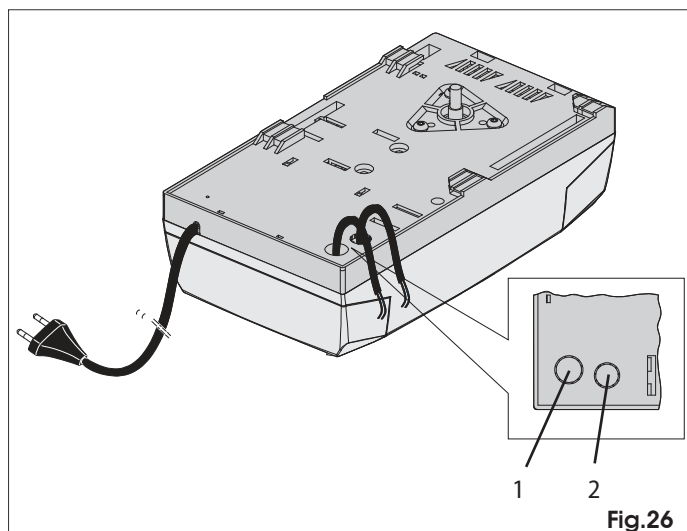

Fig.26
- Aby podłączyć zewnętrzne elementy sterujące, urządzenia zabezpieczające i sygnalizacje, należy przebić blokadę wstępną (Rys. 26 odn. 1).
- Aby podłączyć listwę bezpieczeństwa, (patrz pkt. 17.3.), przebić blokadę wstępną (Rys. 26 odn. 2)